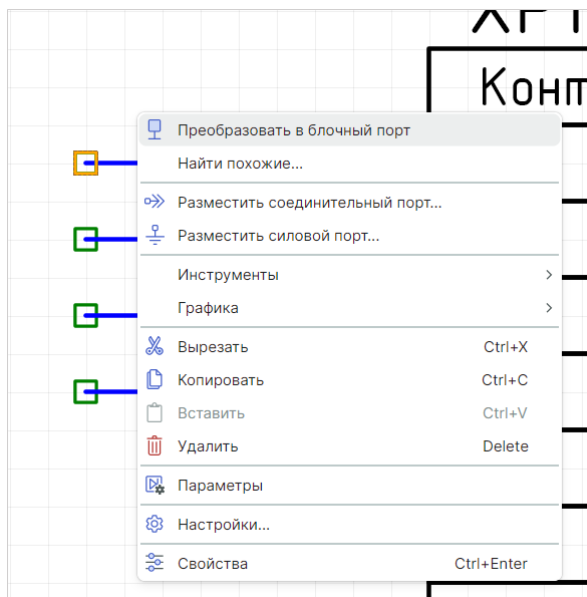

Рис. 274 Размещение блочного порта на свободном окончании цепи
1. Выберите свободное окончание цепи, вызовите контекстное меню и выберите пункт «Преобразовать в блочный порт», см. Рис. 274.